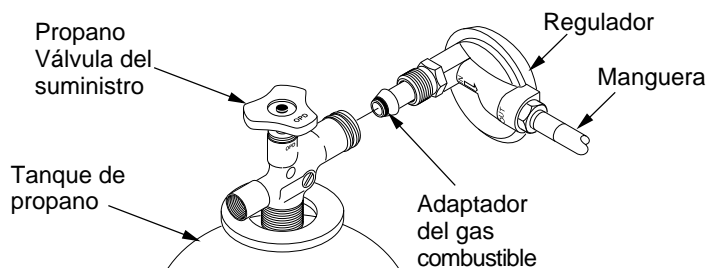

Figura 6: Posición del regulador
2. Conecte el adaptador de gas combustible del ensamblaje de la manguera/regulador a los tanques de propano. Gire el adaptador del gas combustible en sentido contrario al de las manecillas del reloj en la rosca del tanque. Apriete firmemente usando una llave. **IMPORTANTE:** Coloque el regulador de manera que la manguera que sale del mismo esté en posición horizontal (consulte la figura 6). Esto pone la ventila del regulador en la posición correcta para protegerlo del clima.